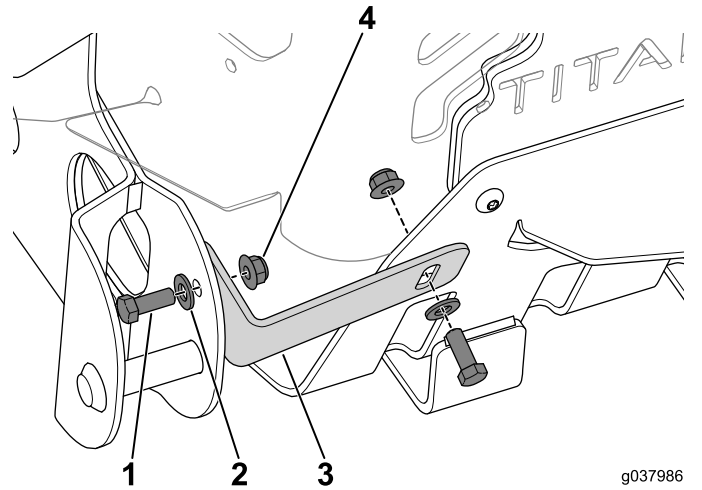

Figura 14
- Utilice los 2 pernos ( $\frac{3}{8}$ " x 1"), 2 arandelas y 2 tuercas para sujetar el soporte del ensacador a la máquina (Figura 14).